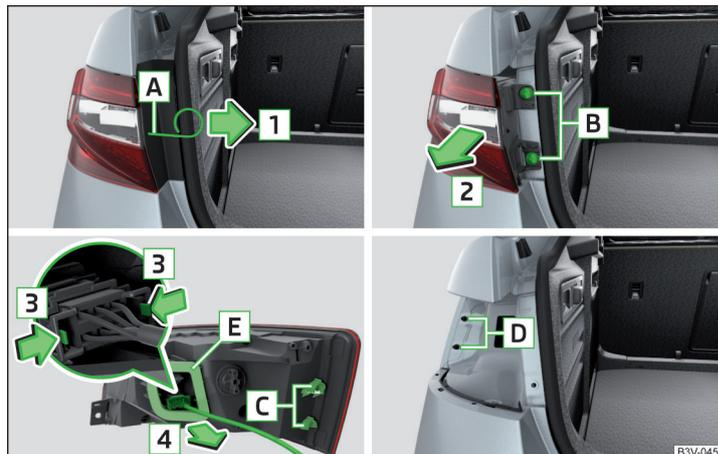

Abb. 360 Leuchte ausbauen / Stecker abziehen
- › In die Öffnung **A** » Abb. 360 den Bügel zum Abziehen der Radvollblenden einführen.
- › Den Stecker entgegen der Pfeilrichtung **4** » Abb. 360 in die Leuchte einschieben. Die Verriegelungen am Stecker müssen sicher einrasten.
- Darauf achten, dass bei erneutem Einbau der Leuchte der Leitungsstrang zwischen der Karosserie und der Leuchte nicht eingeklemmt und die Dichtung **E** » Abb. 360 richtig eingesetzt wird - anderenfalls besteht die Gefahr von Wassereintritt und von Beschädigung der Elektroinstallation.